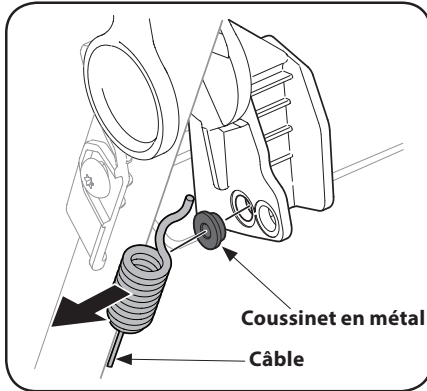

Figure 4-4
3. Débranchez le câble et retirez le coussinet en métal de la commande d'entraînement en plastique. Voir Figure 4-4.